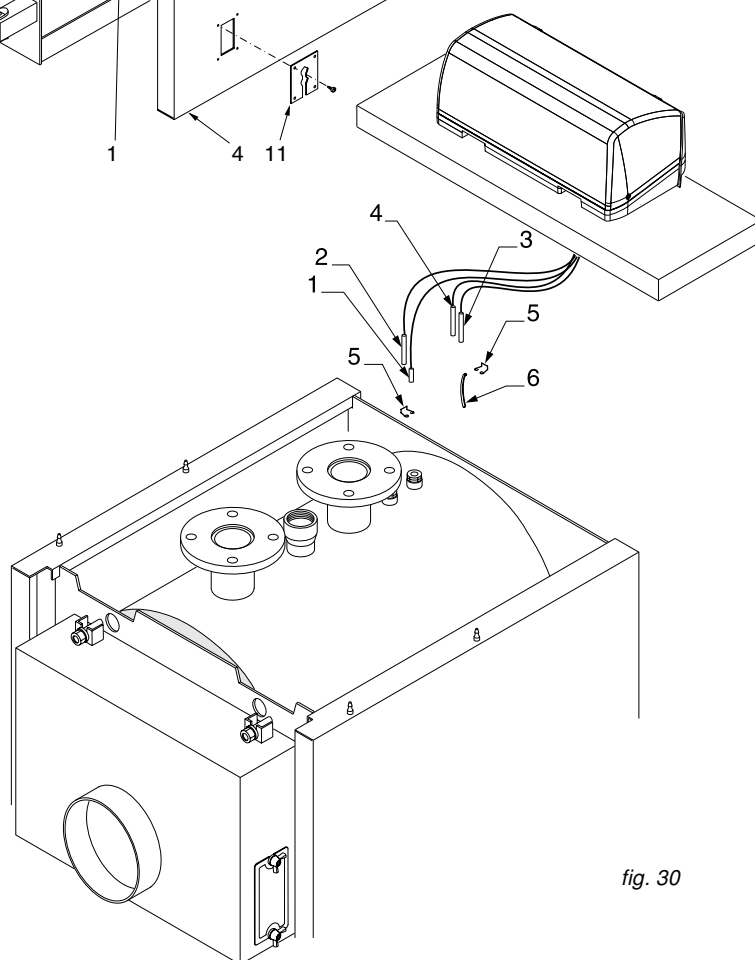

fig. 30
- E) Inserire nelle guaine i bulbi degli strumenti come indicato in Fig. 30 ed eseguire il collegamento elettrico del pannello comandi alla linea di alimentazione, al bruciatore ed alle eventuali pompe, etc.